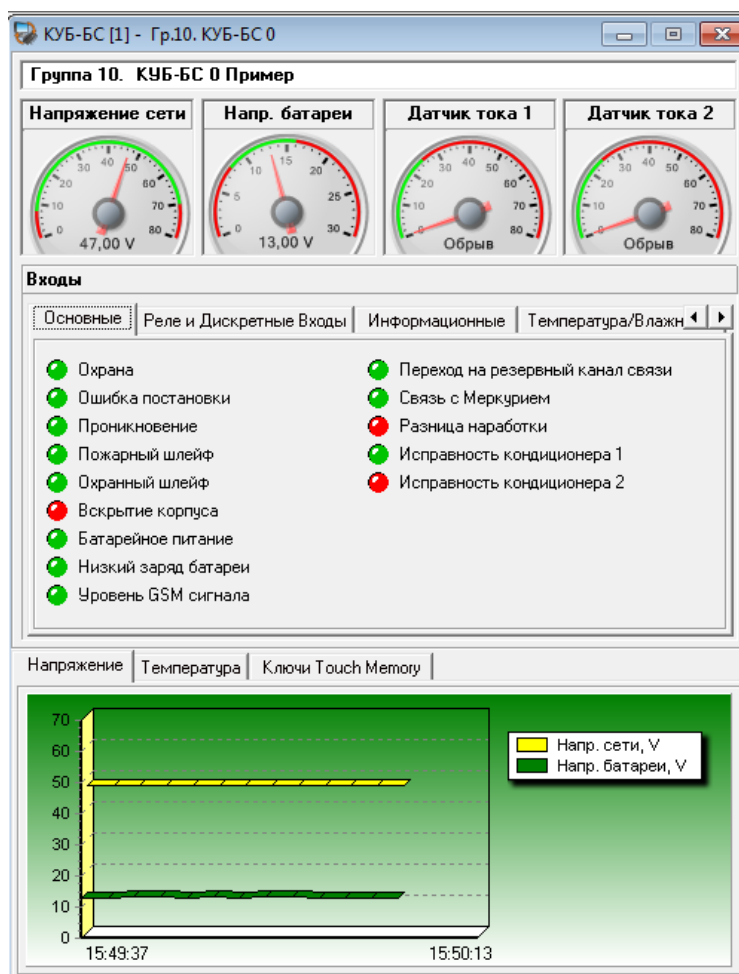

Рис. 11 Окно КУБ-БС в программе «Опрос» с настройками по умолчанию
- Выбрать проверяемый КУБ-БС (меню «Работа» — «Новое окно БИК/внешнего устройства БИК...» — В появившемся окне «БИК», выбрать группу ОУ (запомненную при работе с программой «Настройка»), в группе выбрать нужный прибор). Появится окно просмотра состояния устройства (См. рис. 11).